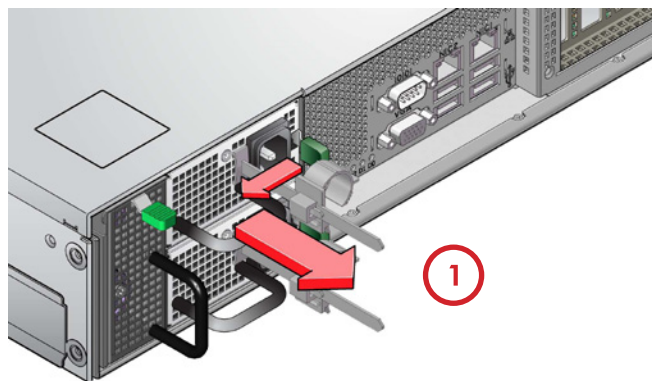

Figure 4a : Retrait d'un bloc d'alimentation
3. Secouez la poignée de retenue vers la gauche pour la libérer (voir la Figure 4a).